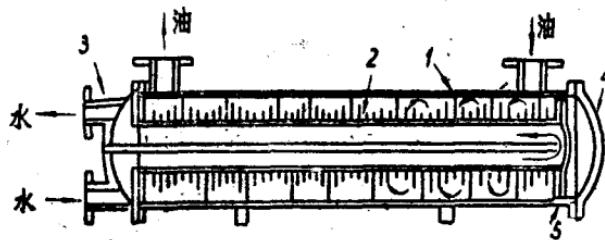

图 10 冷却器
2. 冷却器（图10）它是一个铁制圆筒，内有三层铁丝布下部设有水冷装置。油经管道入下部冷却部分，然后穿过铁丝网过滤后再送入空心轴。